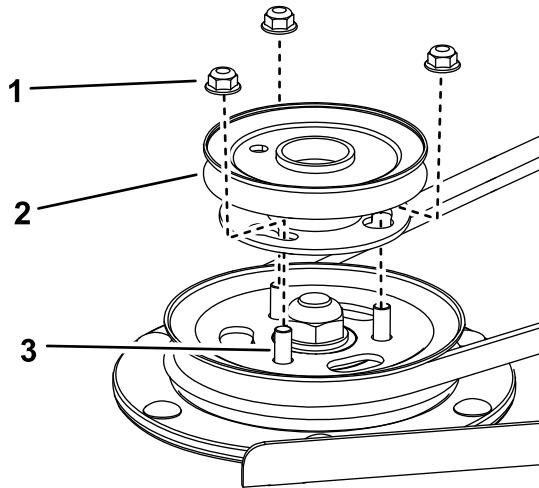

Figura 4
2. Retire as porcas do veio na polia da plataforma direita e utilize-as para instalar o conjunto da polia na polia da plataforma (Figura 4).